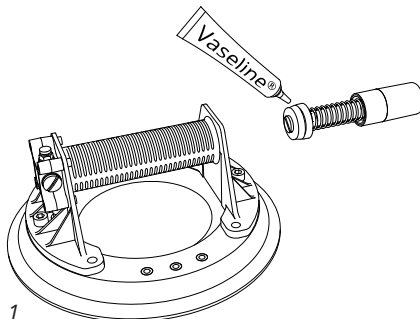

fig. 1
- Remove the plunger and lubricate the plunger seal with the included lubricant or petroleum jelly. Reapply as needed to ensure the plunger moves easily. (see fig. 1)
- Enlever le tube obturé de la pompe manuelle à doigt et lubrifier le sceau de la pompe avec le lubrifiant inclus avec le produit ou de la gelée de pétrole. Réappliquer au besoin pour que la pompe fonctionne aisément. (voir fig. 1)